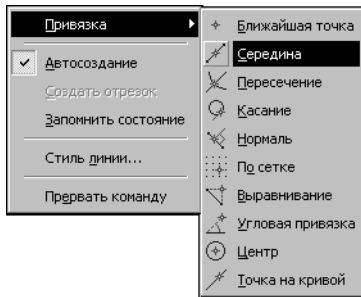

Рис. 8.9. Команды включения локальных привязок в контекстном меню
1. С помощью контекстного меню (рис. 8.9).